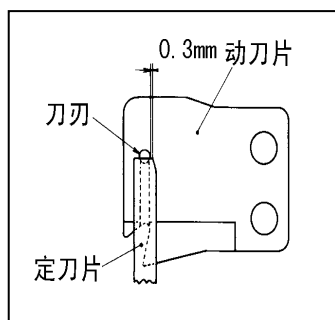
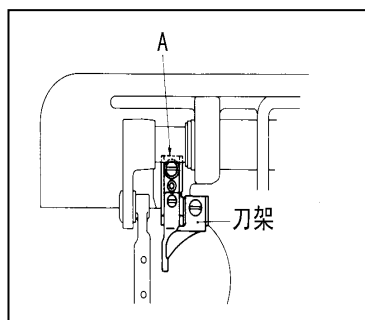

图 31
图 32
(1) 正确位置关系如图 31 所示。
(2) 定刀片与动刀片的位置关系应保证 0.3mm。
(3) 可以根据图 32 进行调整定刀座或定刀片的位置。
(4) 移开旋梭定位勾，安装定刀座。